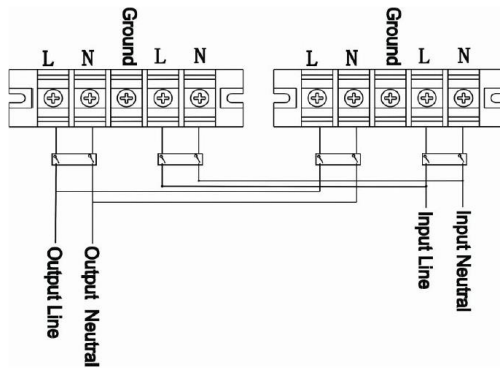
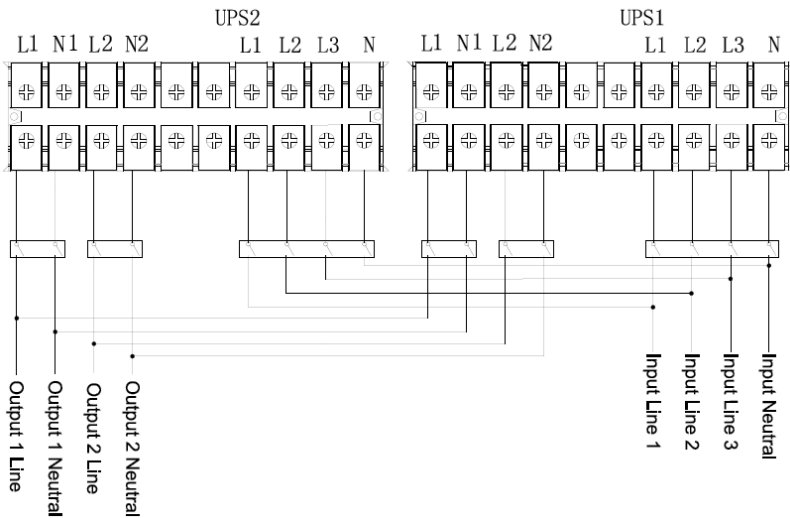

Abbildung 14: Anschlussplan für Parallelbetrieb von zwei XANTO 6000 / 10000
Abbildung 16: Anschlussplan für Parallelbetrieb von zwei XANTO 20000 3/1
1. Verbinden Sie die Ein- und Ausgänge der USV-Anlagen mit den einzelnen Leistungsschaltern (siehe Abbildung 14 bis Abbildung 16). Leistungsschalter sind nicht im Lieferumfang enthalten, sie sind jeweils: